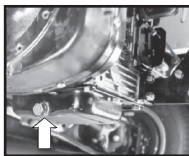

Fig. 21
- Retire el tapón de drenaje del cárter y drene el aceite (Consulte la **Fig. 21**). Incline el Vehículo hacia el lado izquierdo con la ayuda de un gato o un soporte de seguridad.